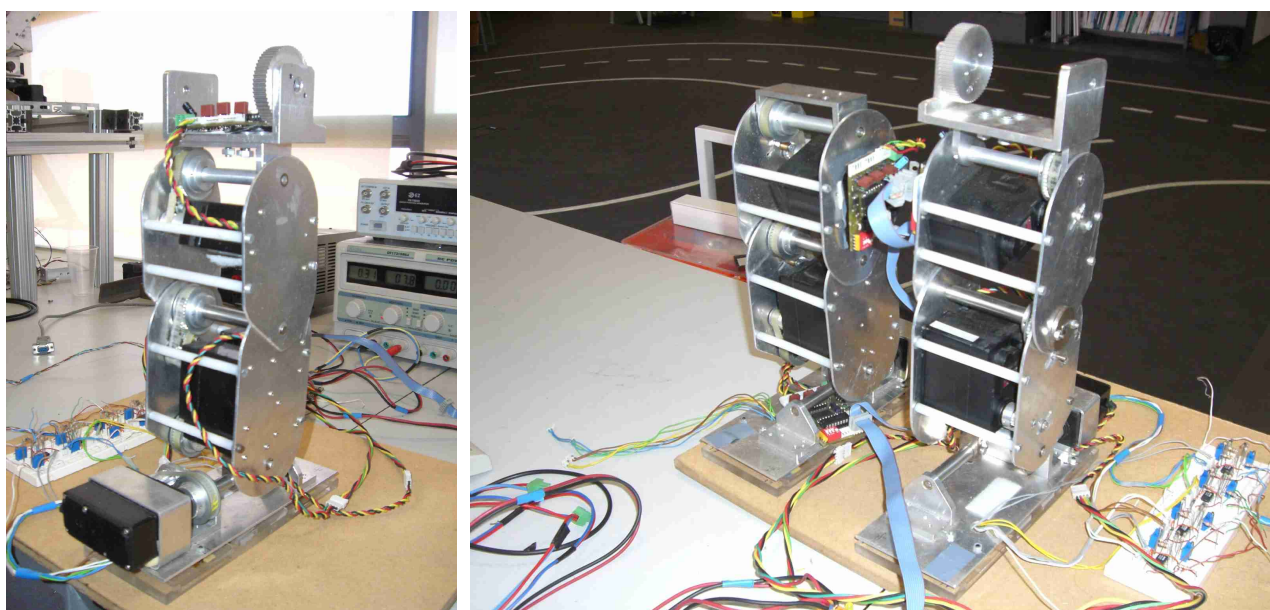

Fig. 2: Setup com a(s) perna(s) do robot humanóide.
2. Uma/duas perna(s) (Fig. 2):